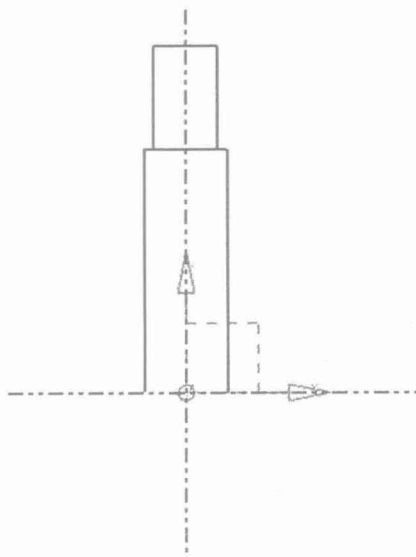

图 1-7 派生的线条修剪
(6) 单击“特征”工具栏上的【快速修剪】按钮，拾取直线的修剪处，修剪后如图1-7所示。